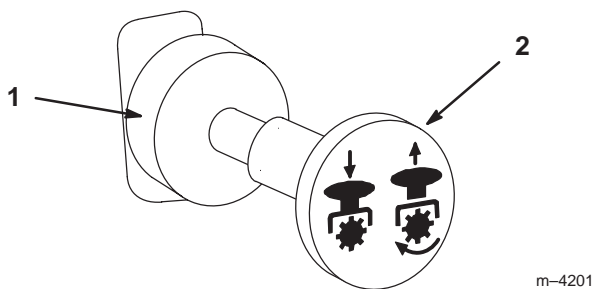

Figure 14
3. Tirez sur la commande de prise de force (PDF) pour l'engager (Fig. 14).
Repoussez la commande de PDF à la position désengagée (Fig. 14).